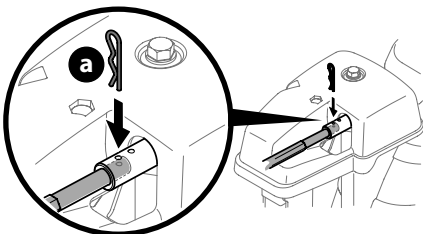

Figure 19
- Poussez la tige de commande vers le tableau de commande jusqu'à ce que le premier trou de la tige s'aligne avec le trou du raccord de la tête de commande. Insérez la goupille fendue (a) retirée à l'étape 1. Voir (Figure 19).